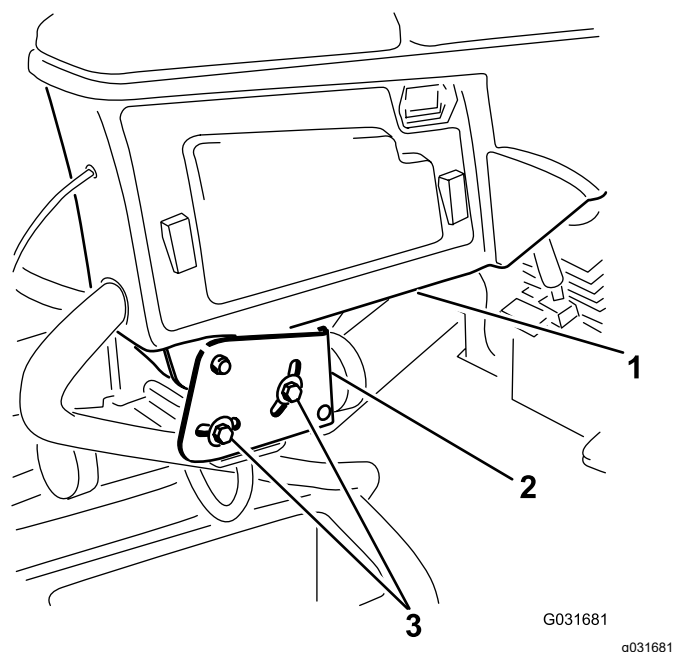

Figura 4
1. Solte os dois parafusos que prendem o braço de controlo ao suporte de retenção (Figura 4).